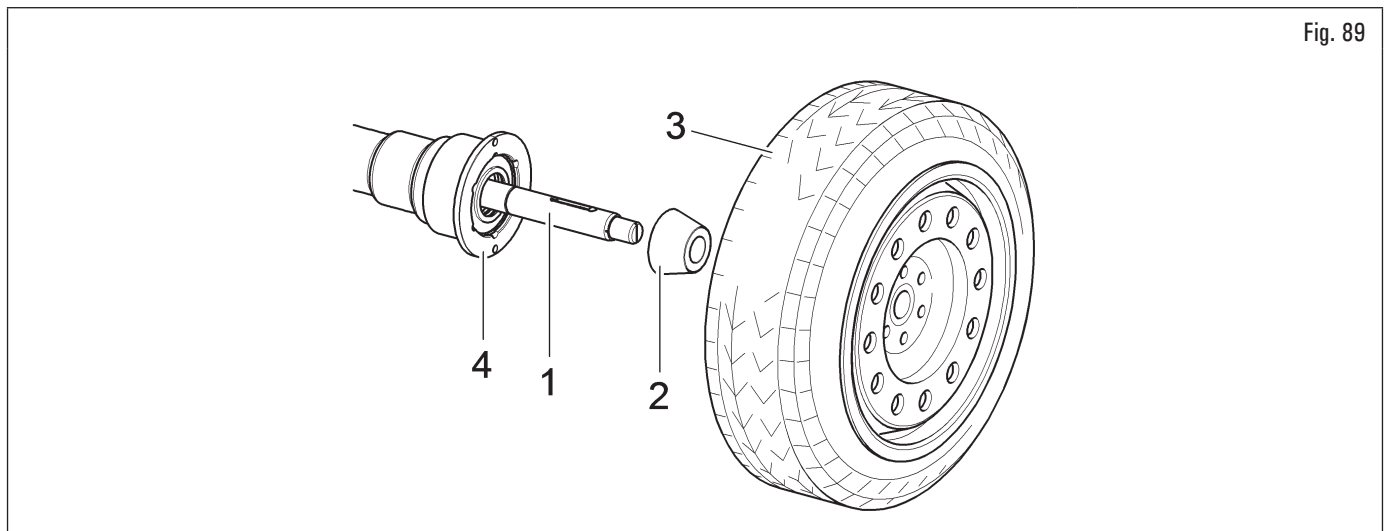

Fig. 89
2. quitar de la rueda (Fig. 89 ref. 3) toda clase de cuerpos extraños: pesos ya existentes, piedrecillas y barro. Antes de montar y fijar la rueda en el mandril; controlar que este último (Fig. 89 ref. 1) y la zona de centrado de la llanta estén limpios;
3. seleccionar atentamente el cono (Fig. 89 ref. 2) adecuado para la rueda a equilibrar. Estos accesorios deberán ser seleccionados de acuerdo a la forma de la llanta. Colocar la rueda (Fig. 89 ref. 3), montando atentamente el cono (Fig. 89 ref. 2) en el mandril (Fig. 89 ref. 1) (en caso contrario podría bloquearse), hasta llegar contra la brida de apoyo (Fig. 89 ref. 4);